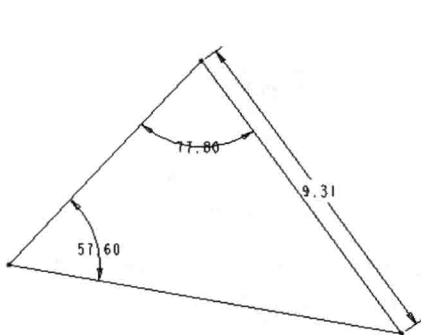

图 1-9 原始尺寸
(1) 选取菜单命令【文件】/【打开】, 打开教学资源文件“\第 1 章\素材\triangle.sec”, 这是一个三角形, 其上所有尺寸已经在图上标出, 如图 1-9 所示。